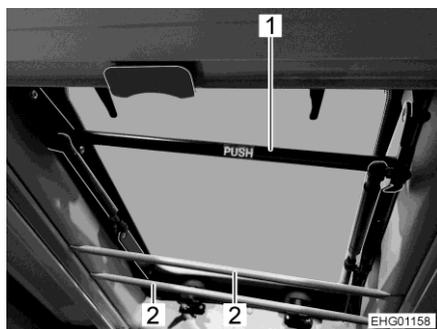

Fig. 17 Finestra di coda (dall'interno)
Due sbarre (Fig. 17,2) servono come protezione anticaduta quando le finestre di coda sono aperte.
- Afferrare la barra di presa nera (Fig. 17,1) nella zona superiore della finestra e aprire la finestra con un movimento rotatorio verso l'esterno e verso l'alto.
- Afferrare la barra di presa nera (Fig. 17,1) e ruotare indietro la finestra in posizione iniziale.